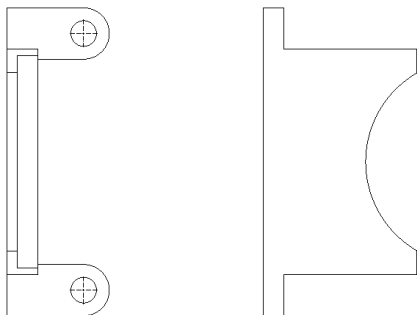

图 11-39 打开工程图文件
(1) 单击常用工具栏中的【打开】按钮，打开一幅工程图文件，如图 11-39 所示。